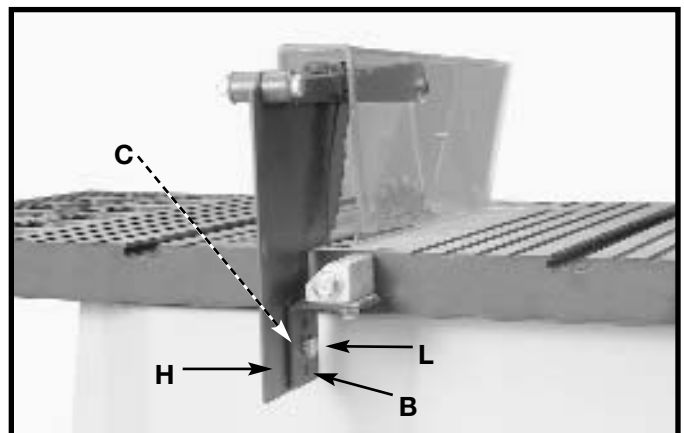
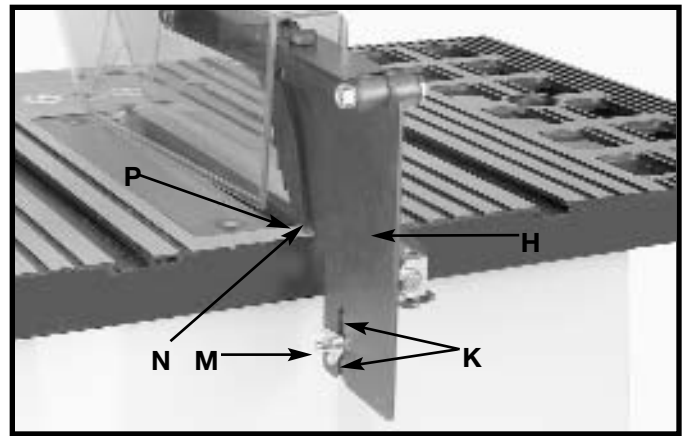

Fig. 14
Fig. 15
6. Fixer le couteau séparateur (H) fig. 14 au support du couteau séparateur (B). Placer une rondelle à denture extérieure de 1/4 po (6,4 mm) et une rondelle plate M6.4 sur une tête de vis hexagonale M6x de 1 x 20 mm (L).
7. Insérer la vis (L) fig. 14 à travers le support du couteau séparateur (C) et le couteau séparateur (H). Placer une rondelle plate M6.4 et une rondelle à denture externe de 1/4 po (6,4 mm) sur la vis (L). Insérer un écrou à oreilles M6x de 1 (M) sur la vis (L) fig.15. 15.
REMARQUE : avant de resserrer l'écrou (M) fig. 15, s'assurer d'avoir un jeu d'au moins 3,1 mm (1/8 po) entre le bord inférieur du couteau séparateur (N) et la surface supérieure de la table (P) et que les saillies (K) soient à l'intérieur de la fente de l'assemblage du couteau séparateur (H).